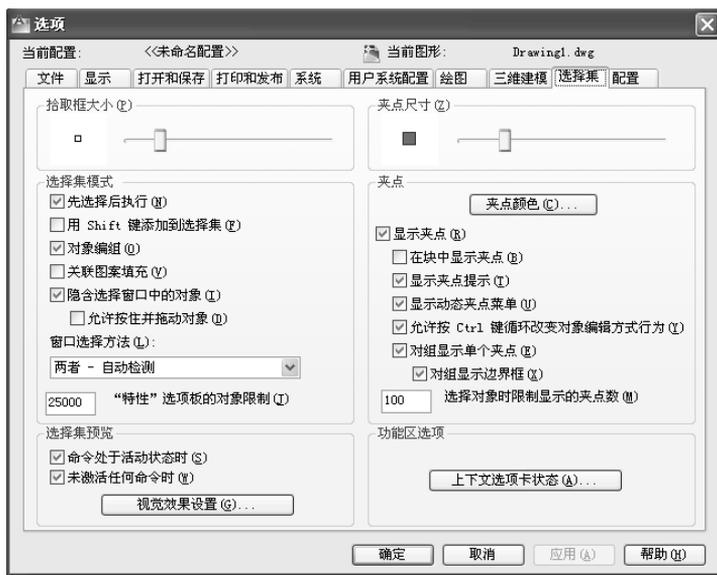

图 1-32 “选项”对话框——“选择集”选项卡
“选择集”选项卡如图 1-32 所示，用户可以根据需要进行选择设置。
(1) 拾取框大小的设置。在图 1-32 中的“拾取框大小 (P)”选项下面，拖动数字框右边的滑动按钮，可改变拾取框大的大小。
(2) 选择集模式。该选项区用于设置如下模式：当用户使用编辑命令选取图形对象时，是否可以先选取图形对象后执行编辑命令；当连续选取图形对象时，是否需要按住 Shift 键进行选取；当用窗口选取图形对象时，是否需要按住鼠标左键并拖动光标，是否可以用默认窗口选取图形对象等。
(3) 夹点设置。该选项区用于设置当用户编辑选取图形对象时，是否启用夹点、夹点的大小、未选中夹点的颜色、选中夹点的颜色、是否显示夹点提示等。在 AutoCAD 中，利用夹点可以方便地对已有的图形对象进行常用的修改编辑，有关内容将在第 3 章中详细介绍。